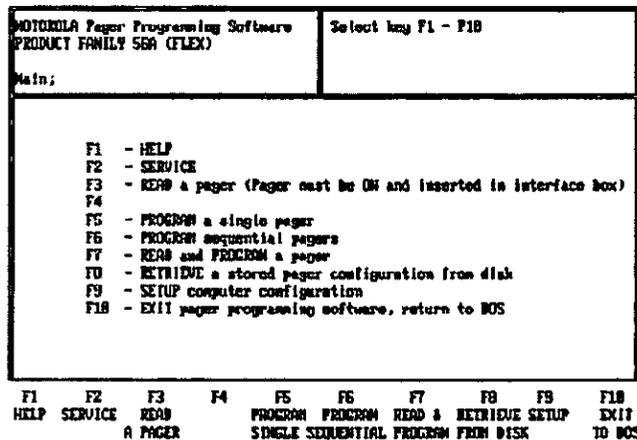

Figura 2.8.3 Pantalla inicial del software de programación
- Seleccionar la opción o las opciones a modificar y utilizar la barra espaciadora para saltar de opción en opción. En la figura 2.8.3 se muestra la pantalla inicial del software de programación. Cabe mencionar que la descripción a detalle de todas las opciones de este software no se tratan en este trabajo, ya que no se considera como el objetivo principal del mismo. Para obtener mayor información acerca de este software se sugiere consultar el manual del software indicado en la bibliografía de este trabajo.